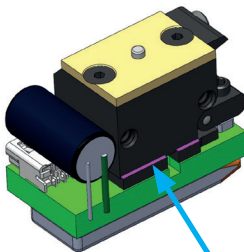
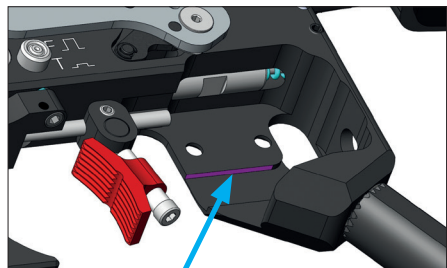

Fig. 3
Fig. 4
La détente électronique présente un petit rebord pour l'alignement (en violet / fig. 3). Votre LP500 présente la contrepartie correspondante (également en violet / fig. 4).
1. Introduisez la détente électronique dans le boîtier de l'arme de telle sorte que les deux surfaces marquées se retrouvent l'une contre l'autre (fig. 3,4,5). Il faudra éventuellement dévisser légèrement la vis de pré-course (a).